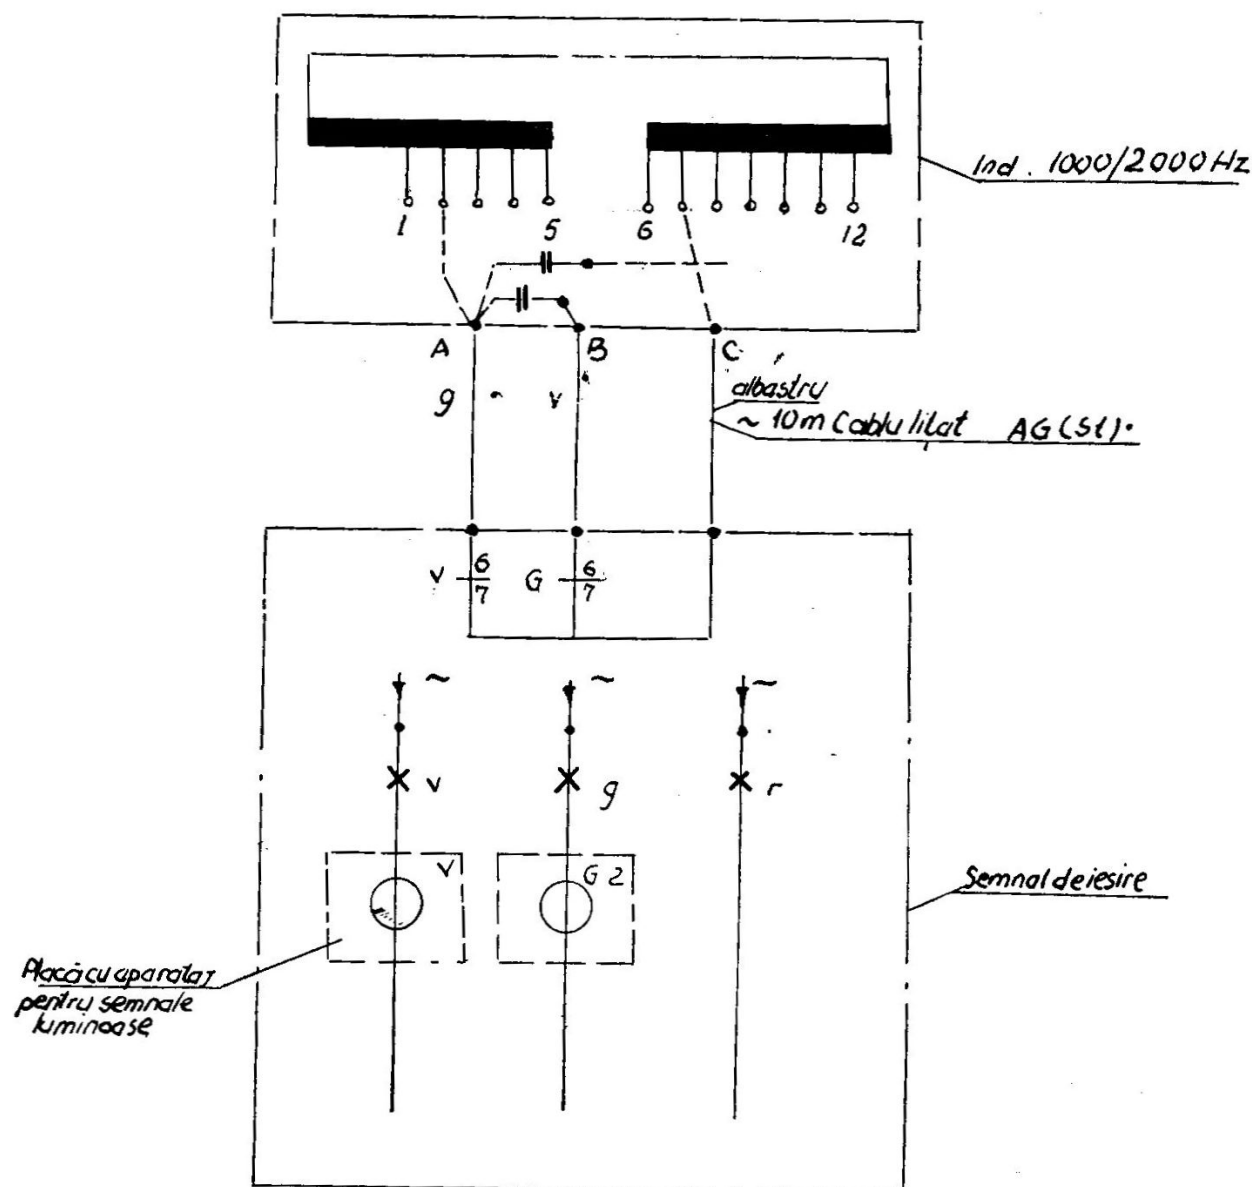

Fig. 64 Schema electrică și conectarea la semnalul de ieșire alimentat în curent alternativ de la linia directă pe secții cu B.L.A.
k) Semnalul de ieșire alimentat în curent alternativ de la linia directă, pe secții cu B.L.A., echipat cu inductor de cale de 1000/2000 Hz (fig. 64).